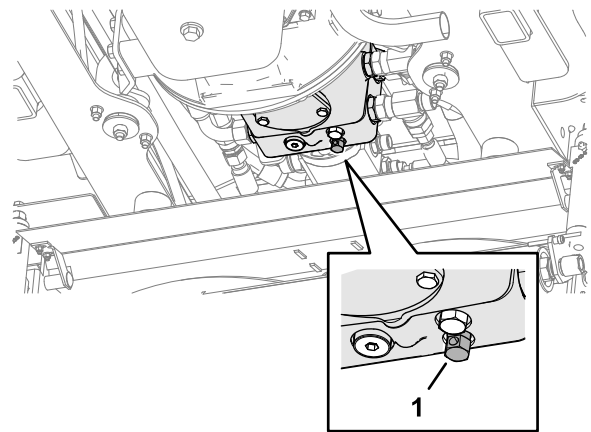

Figura 37
- Libere el sistema de frenado de servicio hidráulico girando en sentido antihorario la válvula de derivación situada bajo la bomba de transmisión un máximo de 3 giros (Figura 37).